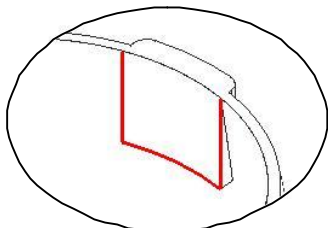
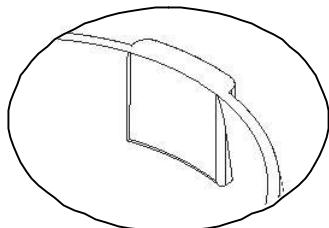

图5-23
图5-24
12. 使用边倒圆功能创建圆角特征。选择图 5-23 所示的实体边缘，然后设置圆角半径为“1”，结果如图 5-24 所示。